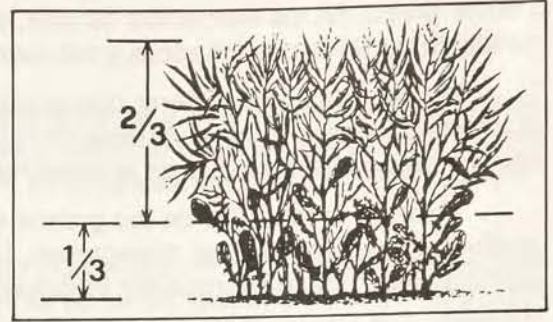

Figura 4. La altura de la colza puede oscilar entre 80 y 180 cm y conviene cortar los cultivos a un tercio de su altura total.
Cuando un cultivo está muy desperejo en su estado de madurez, está volcado o tiene muchas malezas verdes, conviene cortar e hilarar primero. Wilkinson y Braunbeck (11) recomiendan cortar dos tercios de la altura total del cultivo, dejando un rastrojo lo suficientemente alto como para que haya una buena ventilación de la gavilla (Figura 4).